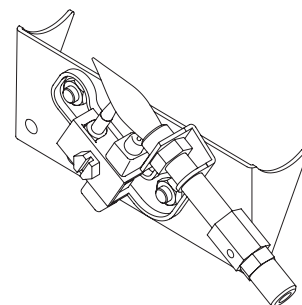

Fig. 18 - Piloto
6. Con la perilla de control oprimida, presione el botón del encendedor hasta que el piloto se encienda. El piloto está ubicado atrás de la pantalla de la chimenea, centrado cerca de la parte trasera del quemador (Ver Fig. 18).
7. Mantenga oprimida la perilla de control durante (30) segundos después de que el piloto encienda. Suelte la perilla de control.